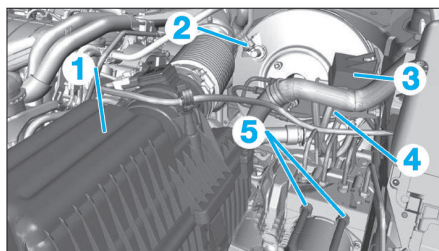

Fig. 18
- le boîtier de filtre à air (1) (Fig.18).
- Débrancher le tuyau de dépression (2).
- le boîtier de pré-postchauffage (3),
- le support du faisceau électrique (4).
- Désaccoupler les canalisations (5) de liquide de frein du groupe électrohydraulique.